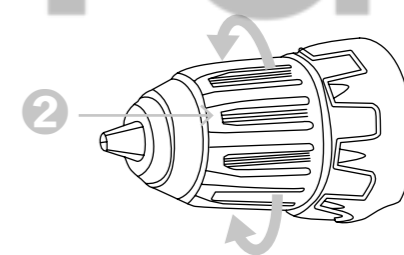

Рисунок 2.1.2. Установка оснастки
- 1 Поверните втулку патрона «2» (рисунок 2.1.2.) против часовой стрелки для открытия зажимных кулачков настолько, чтобы можно было вставить оснастку.